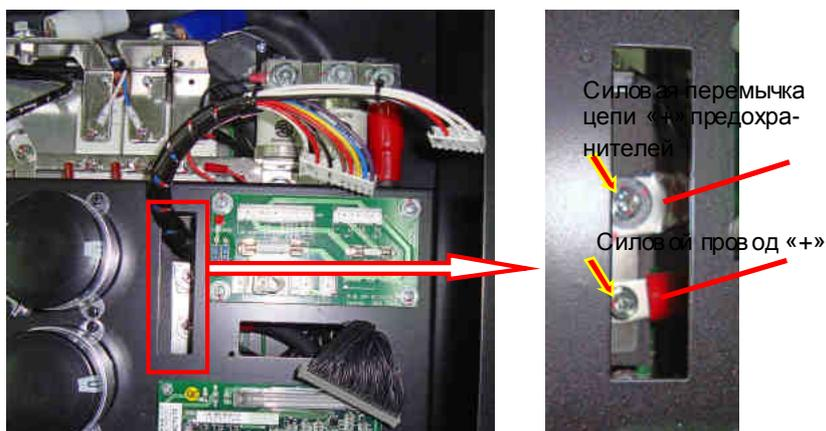

Рис. 7.23.
7.11.3.7. Присоединить силовую перемычку цепи «+» предохранителя и силовой провод «+» к соответствующим контактным площадкам шины «+» внутри блока конденсаторов и прикрутить их двумя винтами (рис. 7.23), винты затянуть.